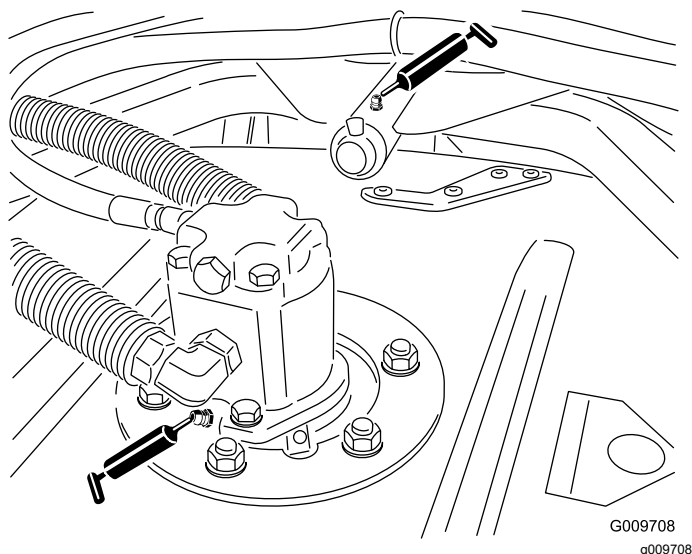

Figure 85
- Roulements d'axes de pivot d'unité de coupe (2 par unité de coupe), comme montré à la Figure 85.
- Roulements de bras de bâti porteur d'unité de coupe (1 par unité de coupe), comme montré à la Figure 85.